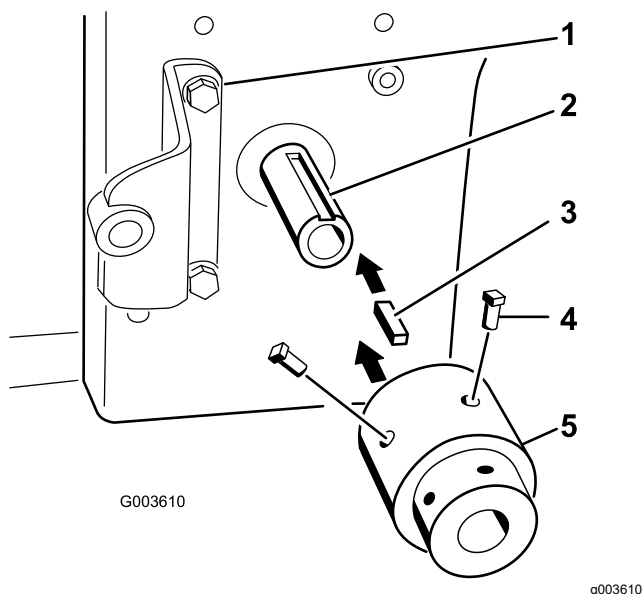

図 19
6. エンジンのPTOシャフトのスロットに角キー 1/4 x 1"を取り付ける 図 19。
7. ハブ・アセンブリを角キーに合わせ、エンジンの PTO シャフトに取り付ける 図 19。
8. 2本の固定ねじ 5/16 x 3/4"にねじゆるみ止め接着剤取り外し可能タイプを塗って、ハブアセンブリを PTO シャフトに固定する 図 19。